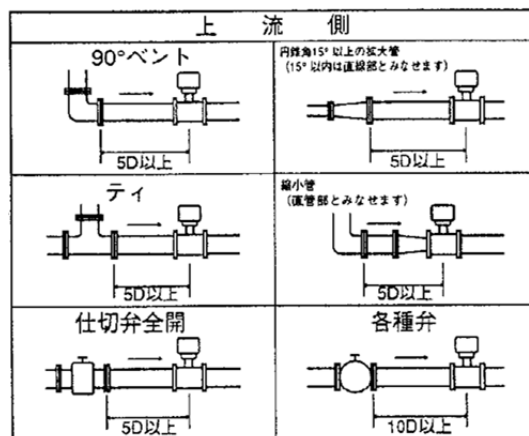

図38 体積計量部の上流側の直管部
- 設置場所の上流側と下流側に直管部を設けてください。直管部の長さは、図38を参考にしてください。